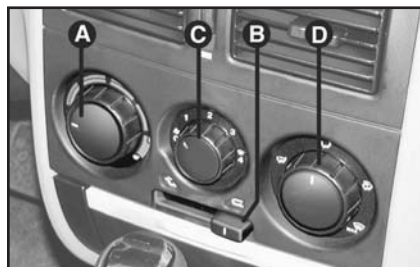

Рис. 18
**ОРГАНЫ УПРАВЛЕНИЯ** (рис. 18)